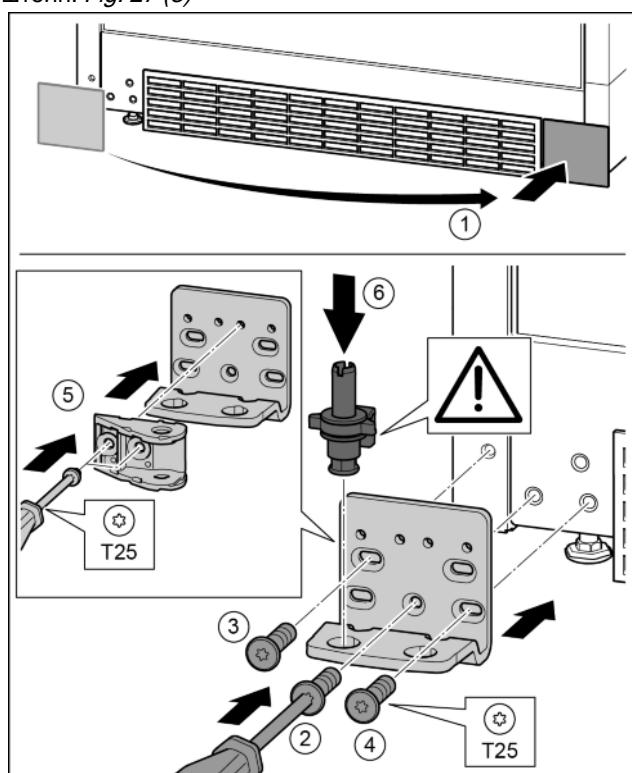

Fig. 28
- ▶ Снять крышку и поставить с другой стороны. Fig. 28 (1)
- Установить опорный кронштейн с другой стороны и прикрутить с помощью отвертки T25. Начинать с винта 2 в центре. *Fig. 28 (2)*
- Затянуть винты 3 и 4. *Fig. 28 (3, 4)*
- Повернуть навеску двери на 180°. Прикрутить с другой стороны опорного кронштейна с помощью отвертки T25. *Fig. 28 (5)*
- Снова установить опорный палец в сборе. При этом следить за тем, чтобы выступ фиксатора был направлен назад. *Fig. 28 (6)*